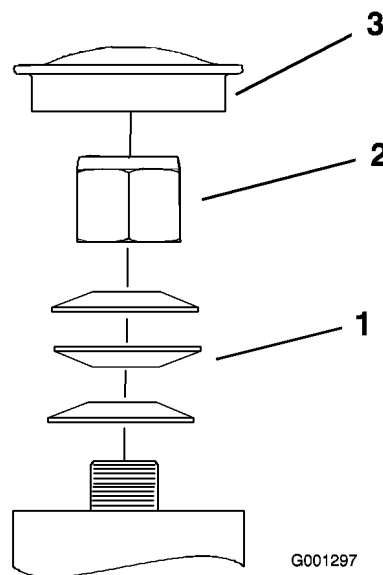

Figura 57
3. Retire el tapón anti-polvo de la rueda giratoria y apriete la contratuerca (Figura 57).
4. Apriete la contratuerca hasta que las arandelas de muelle estén planas, luego afloje 1/4 de vuelta para establecer la pre-carga correcta de los cojinetes (Figura 57).
- Importante:** Asegúrese de que las arandelas de muelle están correctamente instaladas, según muestra Figura 57.
5. Coloque el tapón anti-polvo (Figura 57).